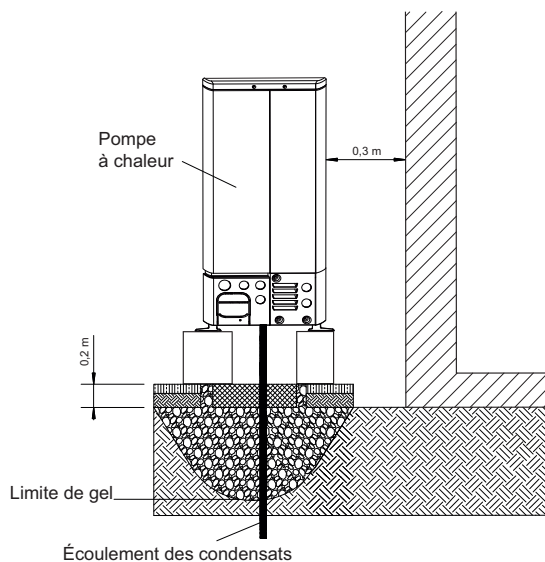
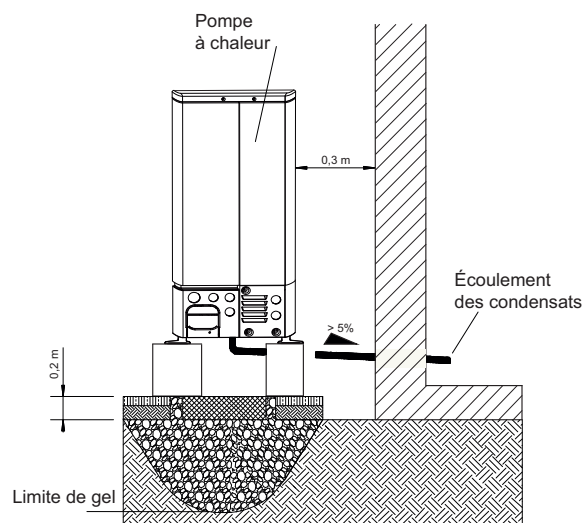

Fig. 5.2
Fig. 5.3
- Il est conseillé de monter l'unité extérieure près d'un mur, sur une fondation distincte du bâtiment, avec un écart d'au moins 0,3 m côté aspiration (Fig.5.2 + Fig.5.3).
- Respecter les distances minimales indiquées (Fig.5.2).